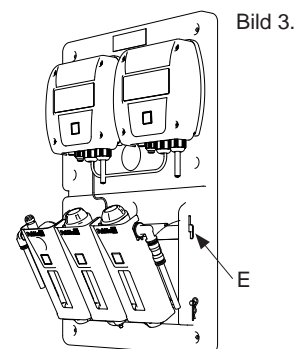

Bild 3.
4. Lossa bygel (E), fäll modulerna framåt, se bild 3.